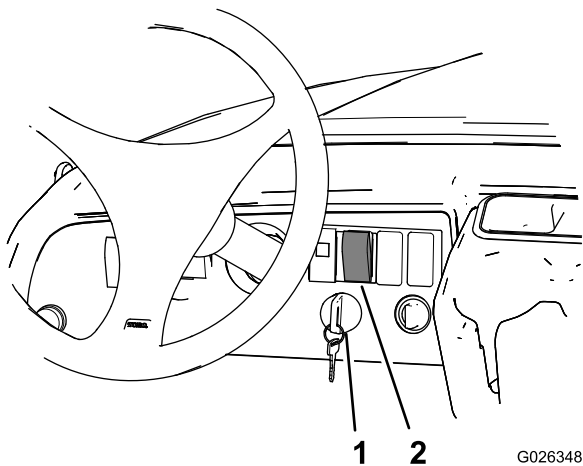

Рисунок 6
1. Поверните пусковой выключатель в положение «Вкл.» (Рисунок 6).
2. Нажмите верхнюю половину выключателя подъемника грузового кузова и удерживайте, пока грузовой кузов не будет полностью поднят (Рисунок 6).
3. Поверните пусковой выключатель в положение «Выкл.» (Рисунок 6).
7. Поверните пусковой выключатель в положение «Вкл.» (Рисунок 6).
8. Нажмите нижнюю половину выключателя подъемника грузового кузова и удерживайте, пока привод грузового кузова не вернется полностью на место (Рисунок 6).
9. Поверните пусковой выключатель в положение «Выкл.» (Рисунок 6).